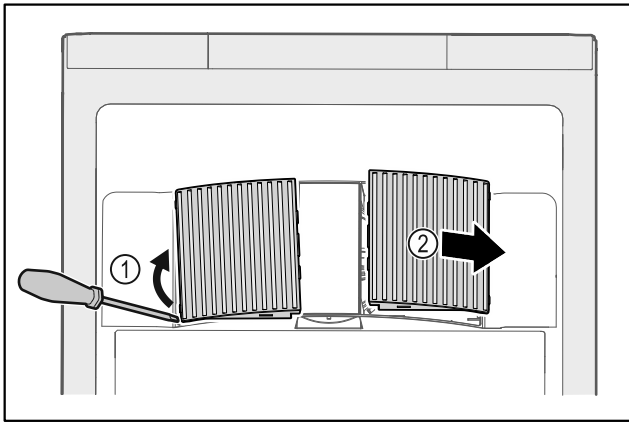

Fig. 176
- ▶ Extraire par un mouvement de levier les caches latéraux Fig. 176 (1) vers l'avant Fig. 176 (2).